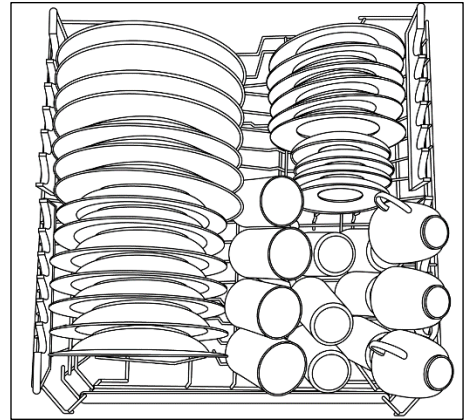

Abb. 1
2. Ziehen Sie den Korb dazu mit beiden Händen senkrecht nach oben heraus (Abb. 1).
1. Ziehen Sie den Korb mit beiden Händen vorsichtig senkrecht nach oben heraus (Abb. 1);
Eine Standardbeladung für tägliches Spülen ist in den Abb. 1.
- Der Filtersatz läßt sich durch Drehen gegen den Uhrzeigersinn leicht herausziehen (Abb. 1).